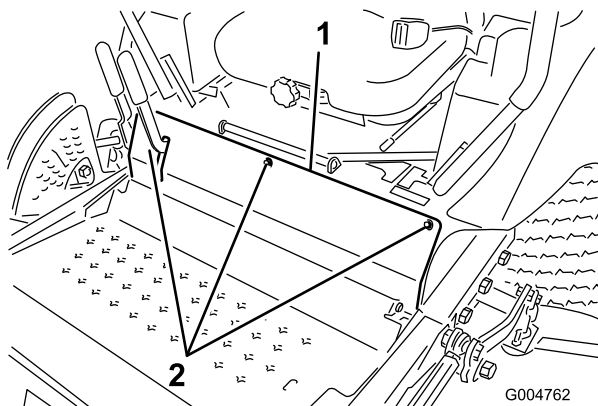

Figura 54
2. Afloje los pernos del panel delantero y retire el panel (Figura 54).